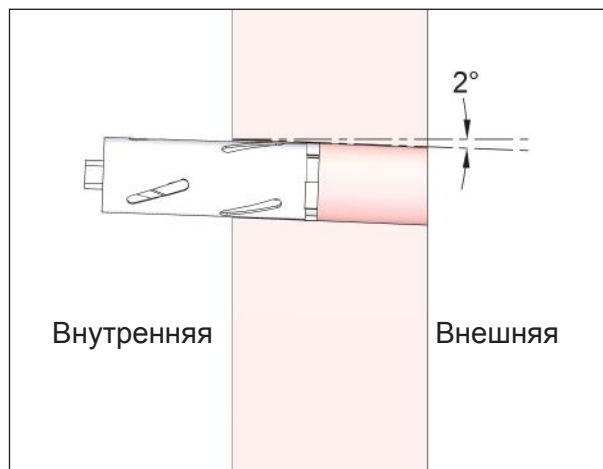

Рис. 16: просверлить стержневые отверстия
- ▶ Просверлите оба стержневых отверстия диаметром  $\varnothing$  120 мм в соответствии с рис. 16.